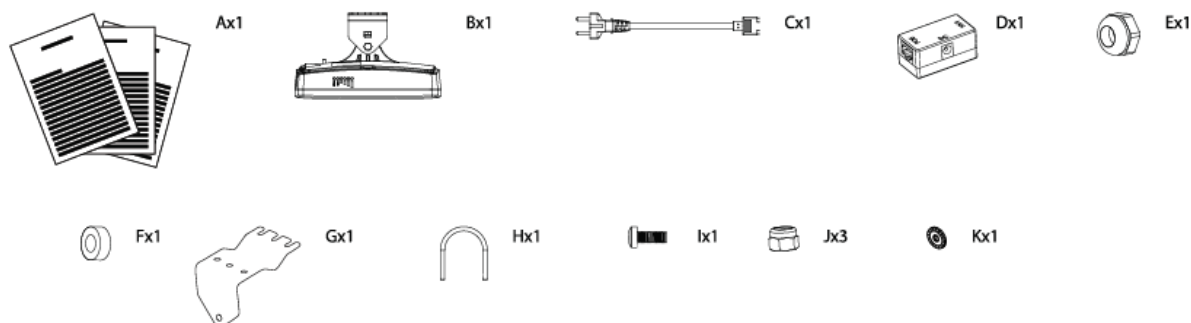

Figura 1 – Contenido del kit del APC 2M-14
Paso 3. Conecte el soporte (item C en la *Figura 1 – Contenido del kit del APC 2M-14*) al radio a través del tornillo y tuerca (items I y J en la *Figura 1 – Contenido del kit del APC 2M-14*).
Paso 4. Para el montaje en mástil del APC 2M-14 con el tornillo tipo U (ítems H y J en la *Figura 1 – Contenido del kit del APC 2M-14*) como se muestra a continuación:
Paso 5. Conecte el cable STP en el APC 2M-14, después instale la junta de goma (ítem H de la *Figura 1 – Contenido del kit del APC 2M-14-14*) en el cable y posteriormente introduzca la protección del cable y apriete el seguro (ítem G de la *Figura 1 – Contenido del kit del APC 2M-14*) como se muestra a continuación: